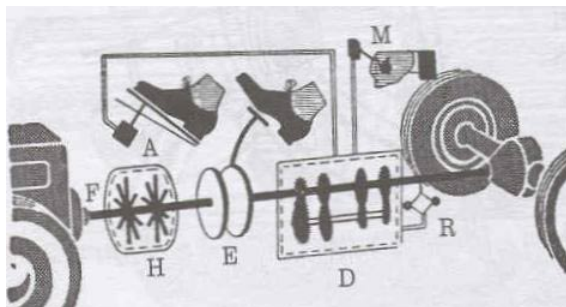

Figura 1. Primer sistema de cambio utilizado
- **Turbo-embrague con caja de cambios por desplazables** de mando semiautomático y un embrague de disco en seco. El esquema de la transmisión se detalla en la Figura 1: la fuerza del motor F pasa por el acoplamiento hidráulico H y sigue por el embrague mecánico E a la caja de cambios por desplazables D que da dos marchas adelante elegidas con la palanquita de mano M; pero cada una de estas marchas se divide en otras dos mandadas automáticamente y enteramente por el acelerador A, el vacío de la admisión y un regulador R que depende de la velocidad del vehículo. Este tipo de cambios está ya en desuso.